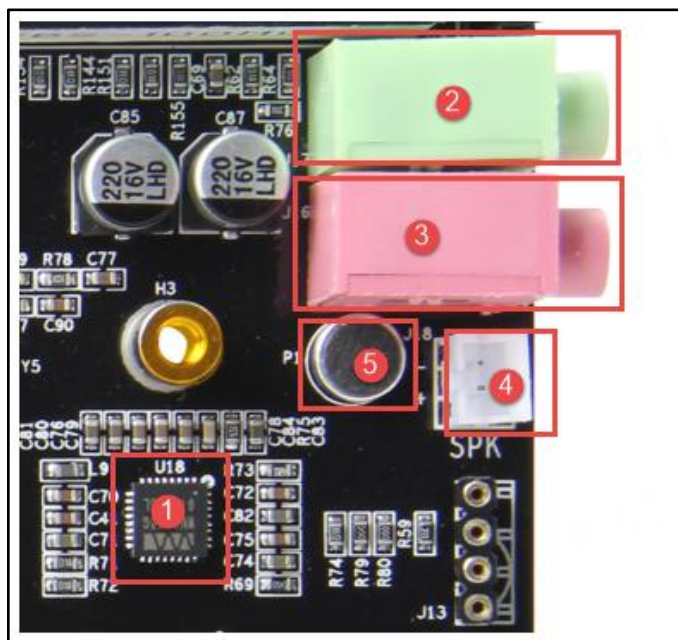

图 53 音频实物图
如图 53 所示为开发板上的音频相关芯片接口实物图。其中①为 WM8978 芯片；②为耳机接口，该接口可接入 3.5mm 耳机用于音频的播放；③为音频输入接口，该接口用于接入音频数据，我们可利用 3.5mm 音频线将播放设备的音频数据从该接口输入到音频芯片之中；④为扬声器接口，该接口我们可以连接扬声器用于音频的播放；⑤为 MIC 咪头，当我们使用音频的录音功能时，就是利用 MIC 进行录音数据的采集。